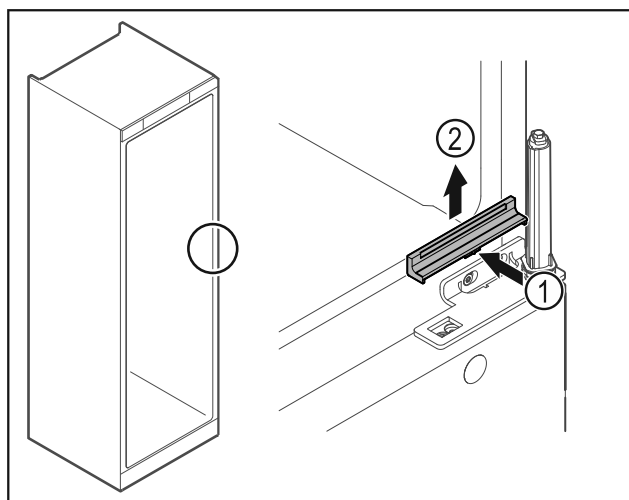

Fig. 31
- ▶ Zľahka zatlačte kryt Fig. 31 (1) v strede a odoberte ho nahor Fig. 31 (2).